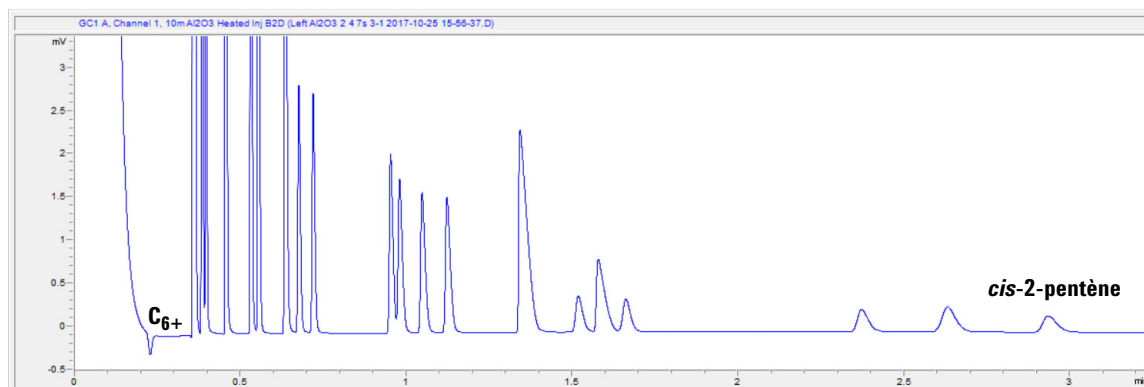

Figure 39 Colonne Al_2O_3 de 10 m pour l'analyse du gaz de raffinerie
- 1 Réglez le temps de rétrobalayage (RB) sur 0 s. Lancez une méthode pour obtenir les pics de tous les composés élués. Enregistrez le temps de rétention (TR) du *cis*-2-pentène et du *n*-hexane.
- 4 Ajustez finement le temps de RB et trouvez le point de données pour lequel le pic de *n*-hexane est observé. Diminuez le temps de RB par incréments de 0,1 s et lancez une analyse jusqu'à ce que le pic ne soit plus observable (hauteur de pic < 3 μV). Réglez le temps de RB pour ce canal à cette valeur moins 0,4 s. Une plage d'environ 1-2 s donne généralement de bons résultats pour le canal de rétrobalayage vers détecteur avec la colonne Al_2O_3 de 10 m. (Voir Figure 39, page 84.)